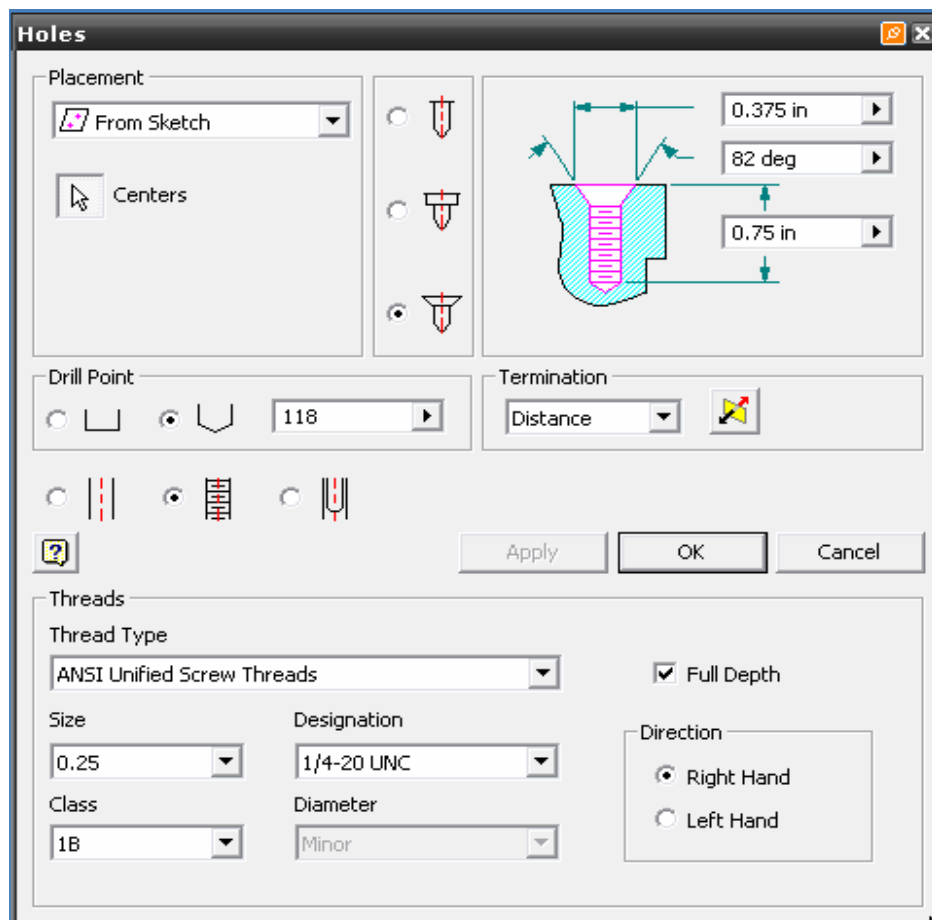

Figura 3.35 Ejemplo de generación de un agujero roscado de cabeza avellanada.
- Proporcione todos los datos necesarios para la ventana grafica de la figura 3.35, como son tipo de cuerda, clasificaci n, tama o, designaci n y direcci n.